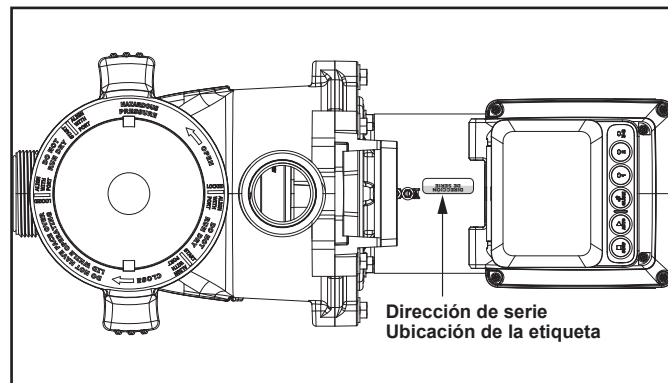

Figura 10. Ubicación de la etiqueta de la dirección de serie
Los sistemas AquaLink RS que utilizan la Rev W y posteriores, fabricados durante la segunda mitad del año 2022, admiten hasta dieciséis (16) bombas de velocidad variable que utilizan una DIRECCIÓN DE SERIE preasignada. Los interruptores DIP 3 y 4 no se utilizan. A las bombas de este manual se les asigna una DIRECCIÓN DE SERIE única en fábrica. La etiqueta de DIRECCIÓN DE SERIE puede encontrarse en el motor de la bomba (consulte la Figura 10).